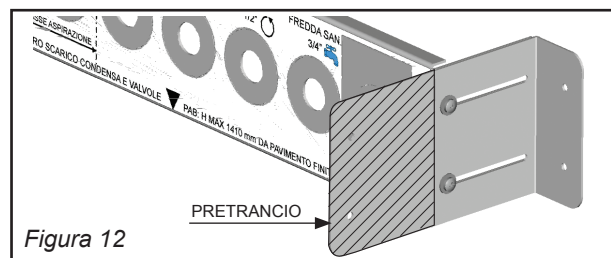
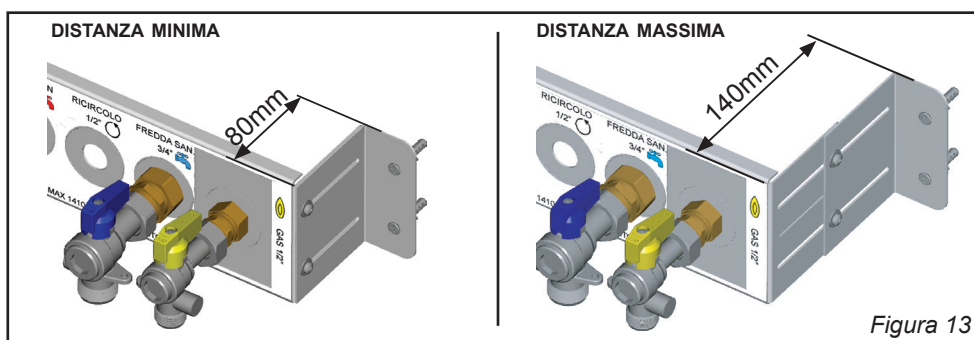

Figura 12
Figura 13
2) tubi esterni: per questa particolare applicazione deve essere asportata la parte dell'angolare rappresentato in figura 12. Questa configurazione permette la regolazione della distanza della dima dal muro da un minimo di 80mm ad un massimo di 140mm (figura 13).